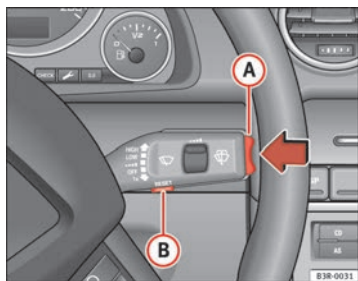

Fig. 60 Palanca del limpiaparabrisas: Elementos de manejo del ordenador de a bordo
Pulsando la tecla Reset **B** ⇒ página 91, fig. 60 se puede conmutar entre las funciones del ordenador de a bordo 1 y 2.
Bastará con pulsar brevemente el interruptor-selector de funciones o bien la tecla **(Reset)** => página 91, fig. 60 para borrar el aviso sobre la duración de viaje.
- Pulse la zona superior o inferior del conmutador-selector de funciones **A** ⇒ fig. 60. Se visualizarán una tras otra las funciones del ordenador de a bordo en los niveles de memoria correspondientes.